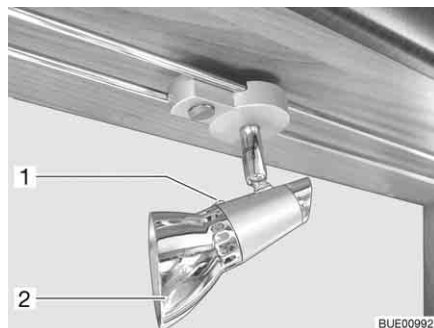

Fig. 205 Spot halogène (coulissant)
- Dévisser la vis de fixation (Fig. 205,1).
- Retirer l'abat-jour (Fig. 205,2).